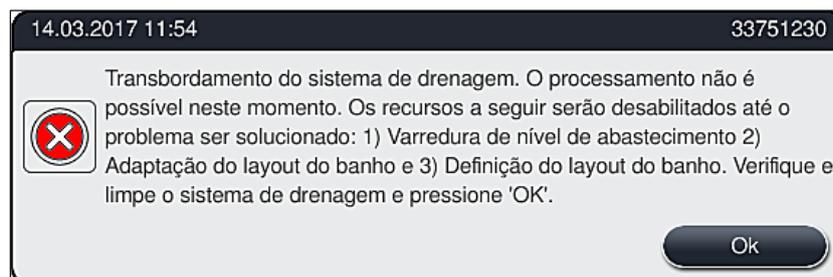

Fig. 118
Um sistema de drenagem de água bloqueado (na peneira de drenagem (→ "Fig. 96-1") ou na mangueira de drenagem (→ "Fig. 7-1") pode causar a elevação dos níveis de bandeja de drenagem. Como resultado, um nível de água crítico pode ser atingido no aparelho. O usuário recebe então uma mensagem de erro (→ "Fig. 118") na tela e um alarme soa.
1. Abra a tampa do aparelho se surgir a mensagem de aviso message (→ "Fig. 118").